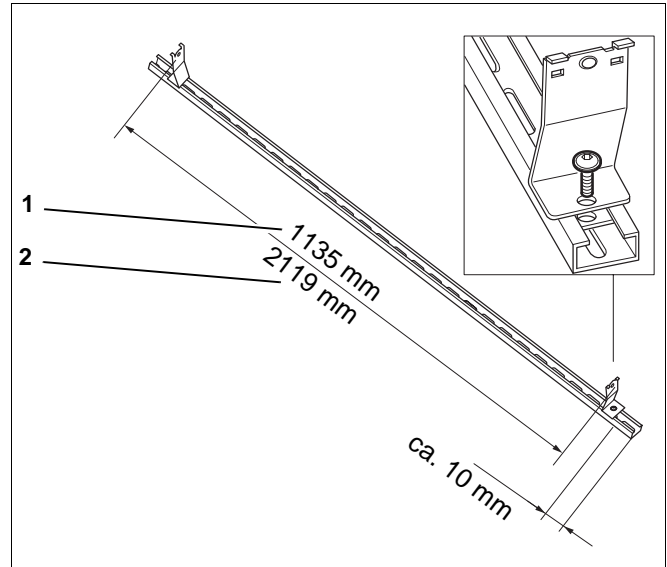

Abb. 6 Kollektorhalter auf die Schiene befestigen
- Die Kollektorhalter entsprechend den Maßangaben (Abb. 6) auf die Schiene schrauben.